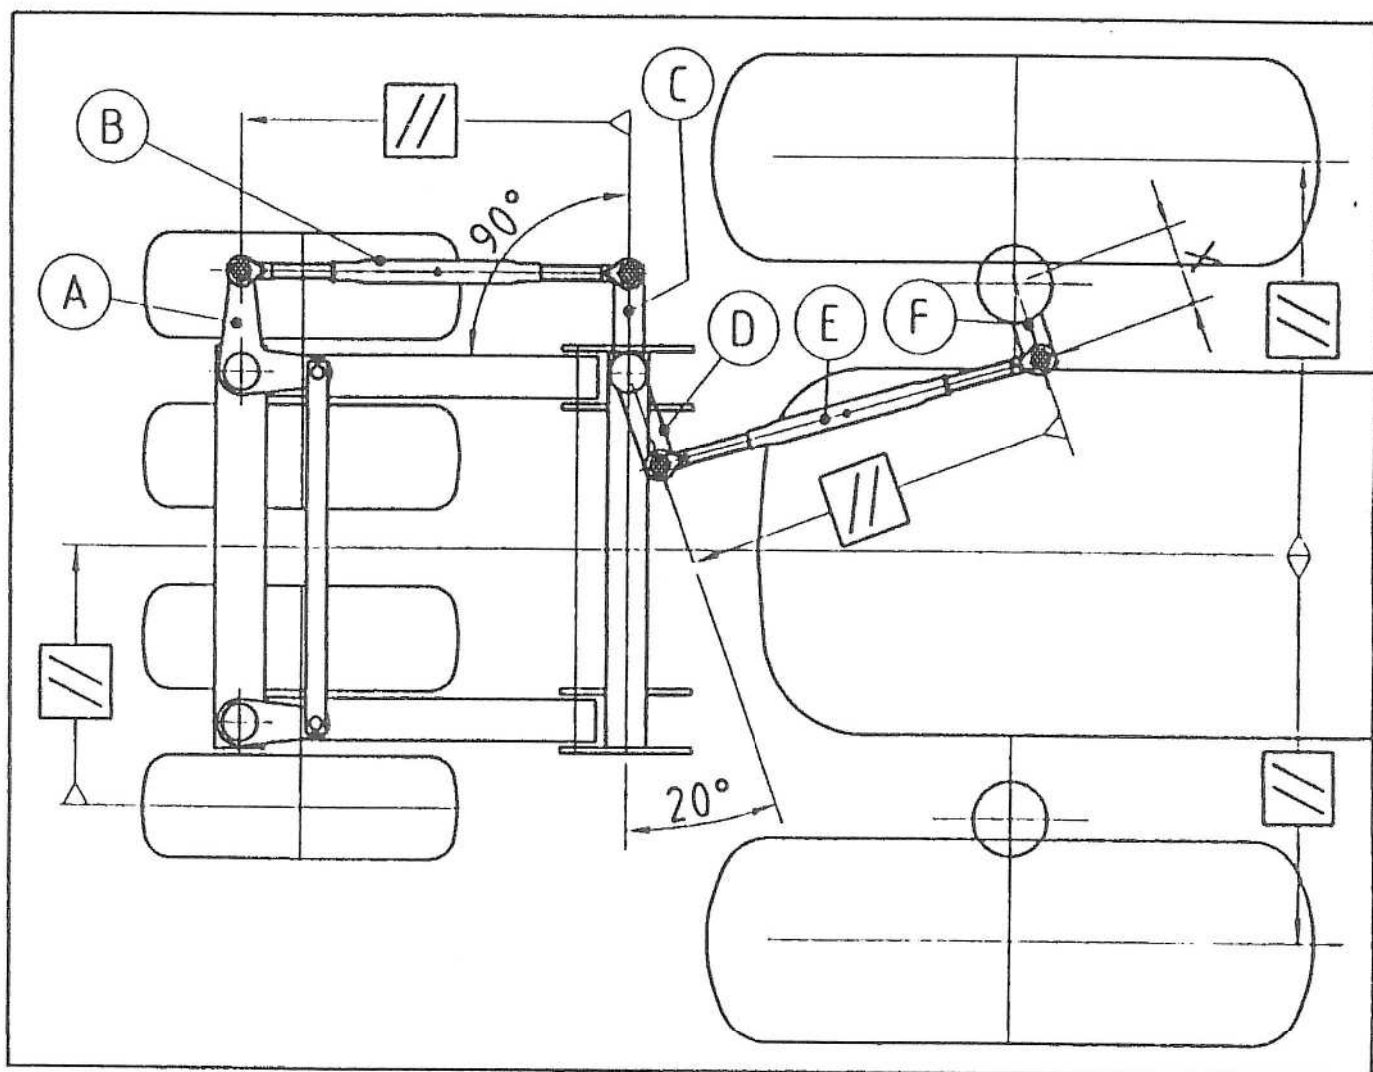

Fig.3
- 1) Mettre les roues du TASSAPNEU et du tracteur parallèles à l'axe de tracteur (fig.3).